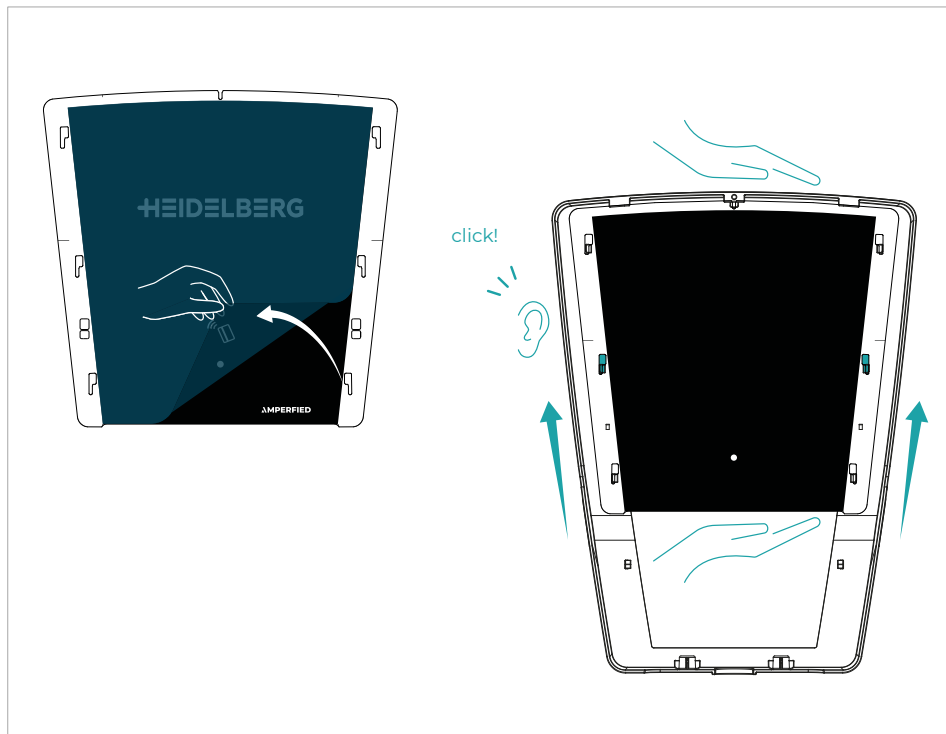

Fig. 9
- Rimuovere la pellicola protettiva dalla mascherina, come illustrato alla **fig. 9**.